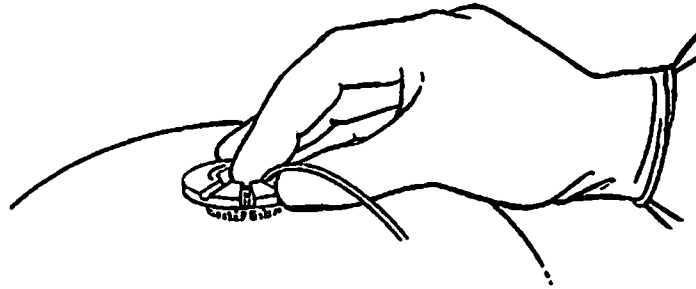

Figura 4. Presione suavemente el electrodo en el anillo para el trépano.
2. Presione suavemente el electrodo para introducirlo en una de las ranuras preformadas en la cara interna del anillo para el orificio de trepanación, asegurándose de que el electrodo salga del anillo por el lado en el que se va a implantar el neuroestimulador (Figura 4).